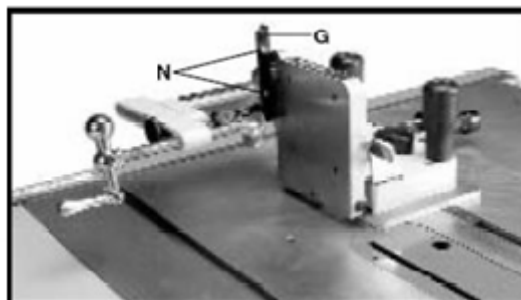

Рисунок 23
6. Для предотвращения выкалывания частей заготовки при вырезании бокового паза, вспомогательный деревянный упорный брусок может быть прикреплен к упору (G), Рис. 23, двумя шурупами через просверленные отверстия (N). На Рисунке 24 показан вспомогательный деревянный брусок (P), прикрепленный к упору.